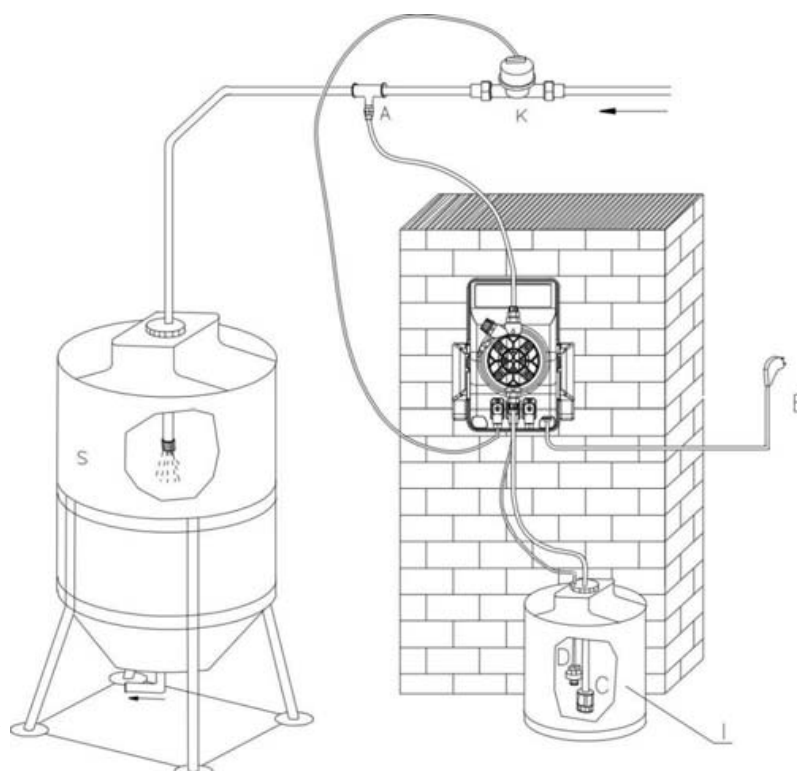

Fig. 19
9.2 - INSTALAÇÃO TÍPICA (Fig. 19)